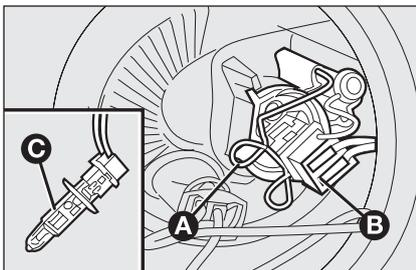

fig. 22
- desenganche la tenacilla de sujeción de la lámpara **A**-fig. 22;